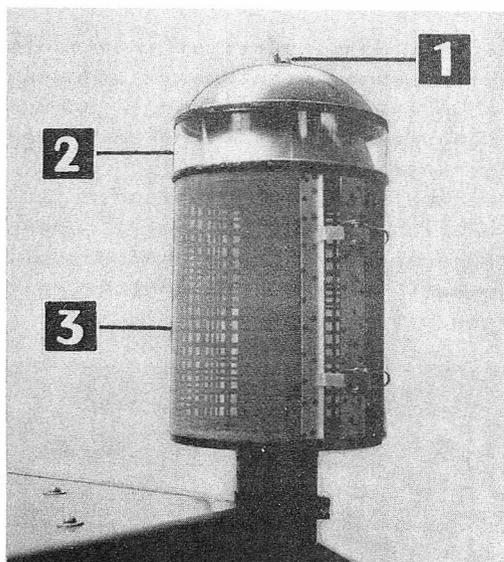

FIG. 36
a rete metallica (3 - fig. 36) e ciclone (2). Occorrerà esaminare sovente lo stato di pulizia della rete ed il livello della polvere nel ciclone: per svuotarlo basta svitare il dado a galletto (1) di sposto superiormente ed asportare la coppetta.